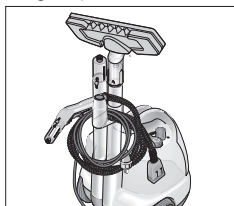

Fig. 10: Almacenaje
- Introduzca los dos tubos de prolongación en los portaaccesorios tubulares (A5) situados en la parte posterior del aparato. Acople la boquilla barredora de suelos (H1) a uno de los tubos de prolongación (véase la fig. 10).